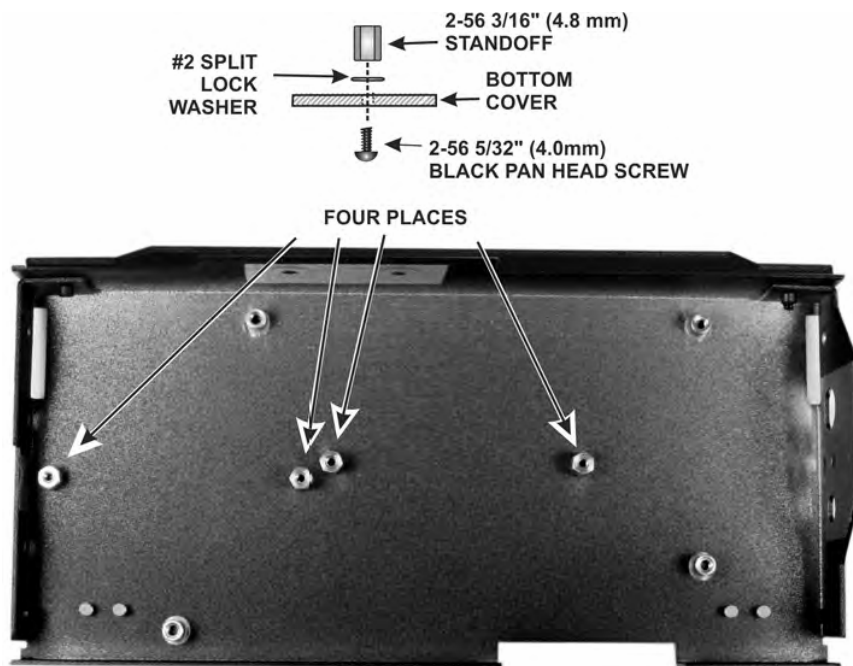

Figure 36. Installing 2-56 (Smaller) Standoffs in the Bottom Cover.
□ 4つの#2(より小さな)スペンサーを図36に示されるような下カバーにインストールしてください。スペンサーとそれがインストールされている場合に、RFボードのために適切なクリアランスを提供すると示されるようなカバーの間の止め座金を置いてください。ワッシャーの省略はRFボード上の部品破損に帰着するかもしれません。